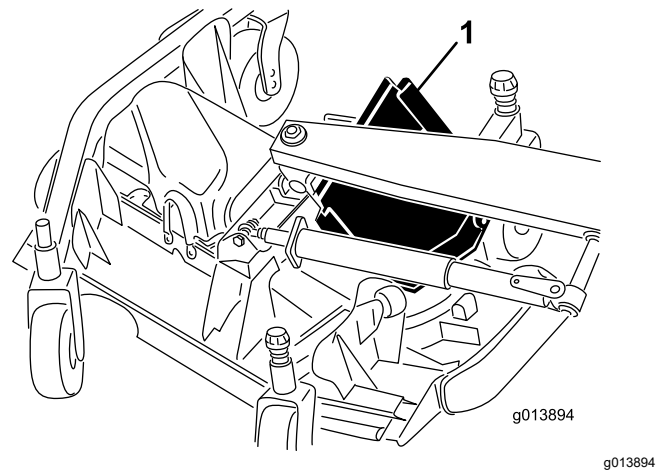

Рисунок 79
6. Чтобы снять передний край крышки, поднимите и проведите его между рычагом подъема и валиком (Рисунок 79).